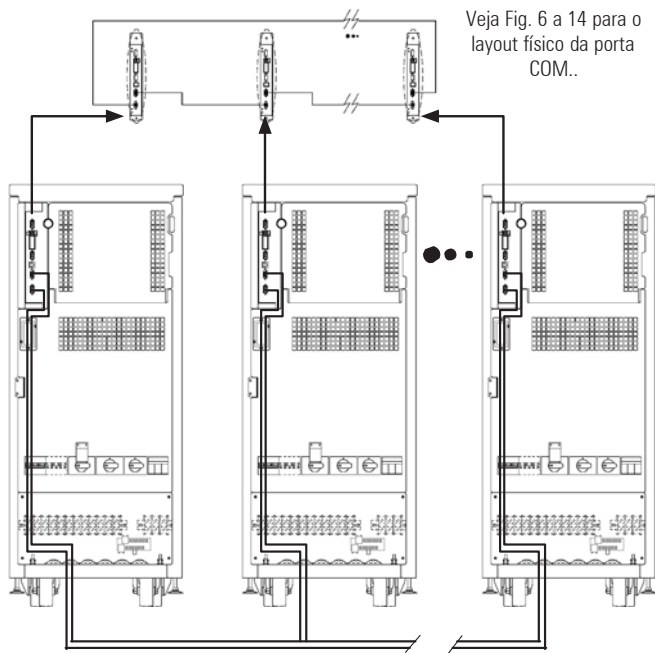

Fig. 38. Ligação do BUS de comunicação.
- Como exemplo, a Fig. 38 mostra, como as conexões de BUS de comunicação devem ser feitas.